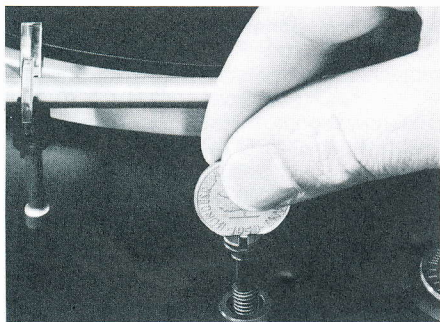
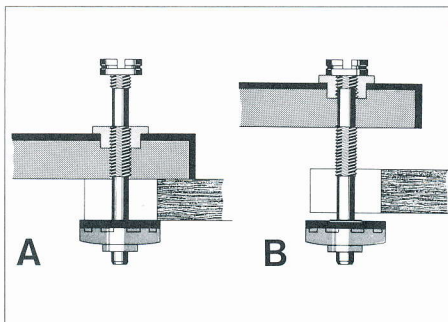

Fig. 1
Fig. 2
Zum Lösen der Transportsicherungsschrauben (Fig. 1) drehen Sie diese im Uhrzeigersinn, bis sie ca. 15 mm tiefer rutschen und ziehen Sie – durch Weiterdrehen im Uhrzeigersinn – fest. Damit ist der Plattenspieler für die Spielstellung federnd gelagert (Fig. 2/B).
- Transportsicherungsschrauben entgegen dem Uhrzeigersinn locker schrauben, hochziehen und durch Weiterdrehen festziehen (Fig. 2/A).